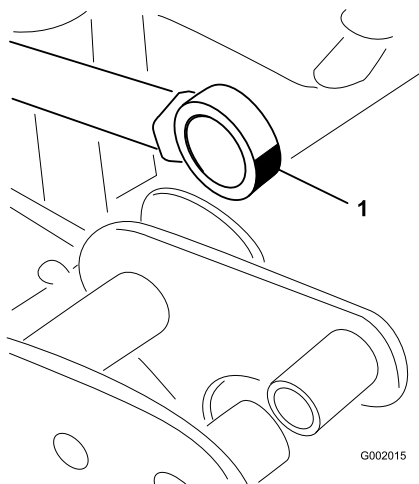

Figura 46
5. Manipolate il lato cuscinetto dell'asta dell'attuatore ed inserite il grasso nel cuscinetto (Figura 46). Tergete il grasso superfluo.